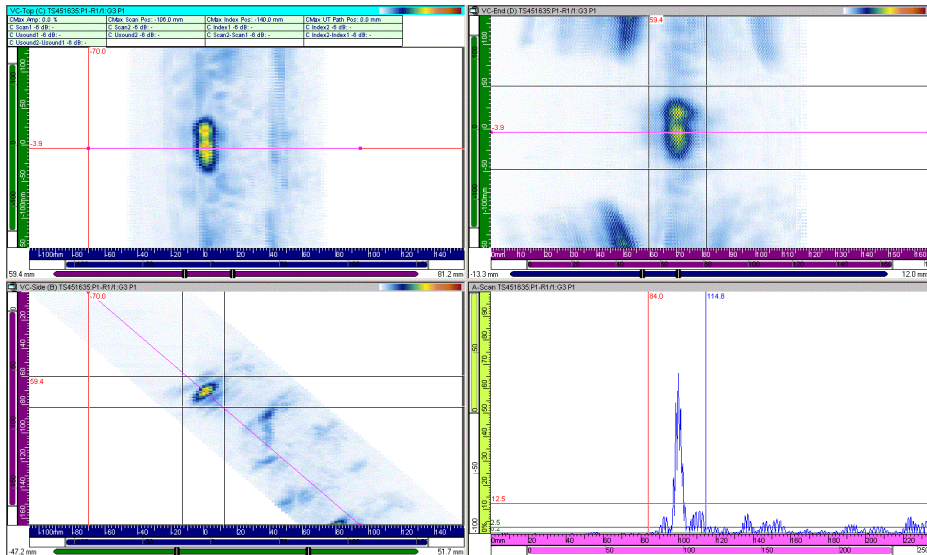

Figure 7-11 Exemples d'affichage de données
3. Affichez la zone d'intérêt des données enregistrées considérées (voir la Figure 7-11 à la page 363).